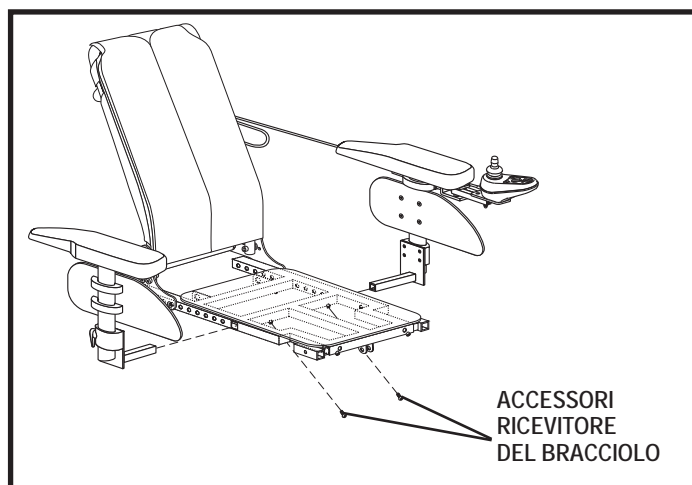

Figura 11. Regolazione della larghezza del sedile/bracciolo
2. Allentare i fissaggi del supporto del bracciolo. **Vedere figura 11.**